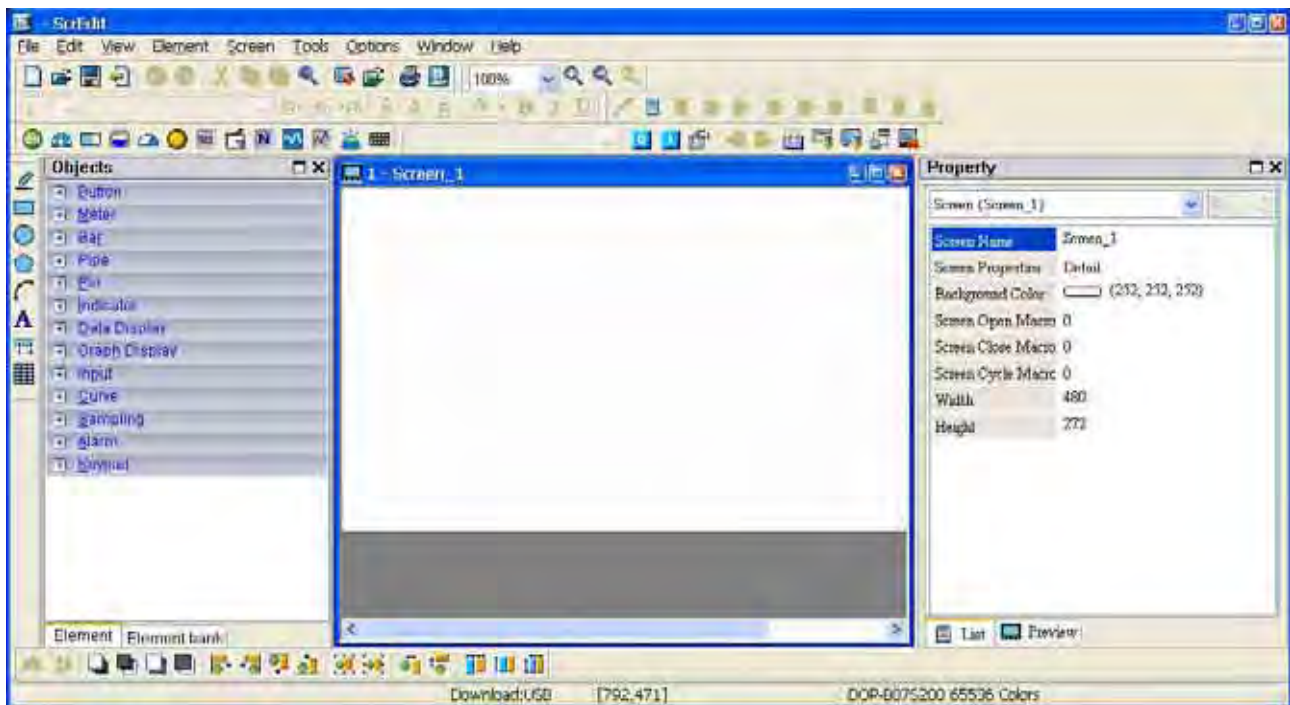

Fig. 3-2-5 Tela de novo projeto do Screen Editor
3. Digite o nome do projeto, nome da tela, número da tela e selecione a HMI, controlador ou impressora conectada. Depois clique em **OK**. Ele pode criar um novo projeto no software Screen Editor como mostrado a seguir (Fig. 3-2-5).